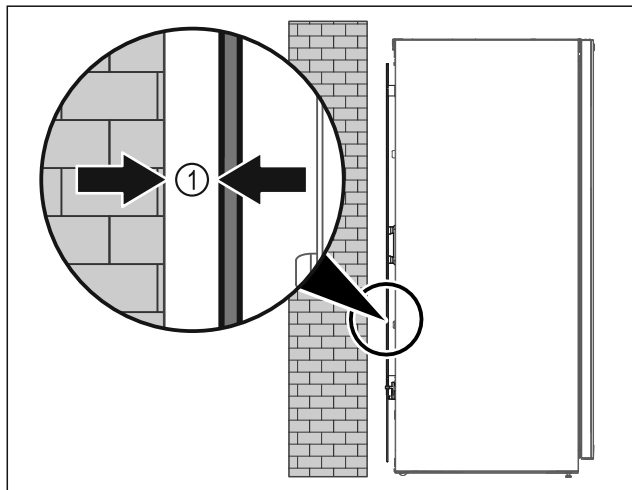

Fig. 8
- ▶ Ställ upp apparaten fritt i rummet eller direkt mot en vägg med ett minimiavstånd på 5 mm Fig. 8 (1) från väggen.